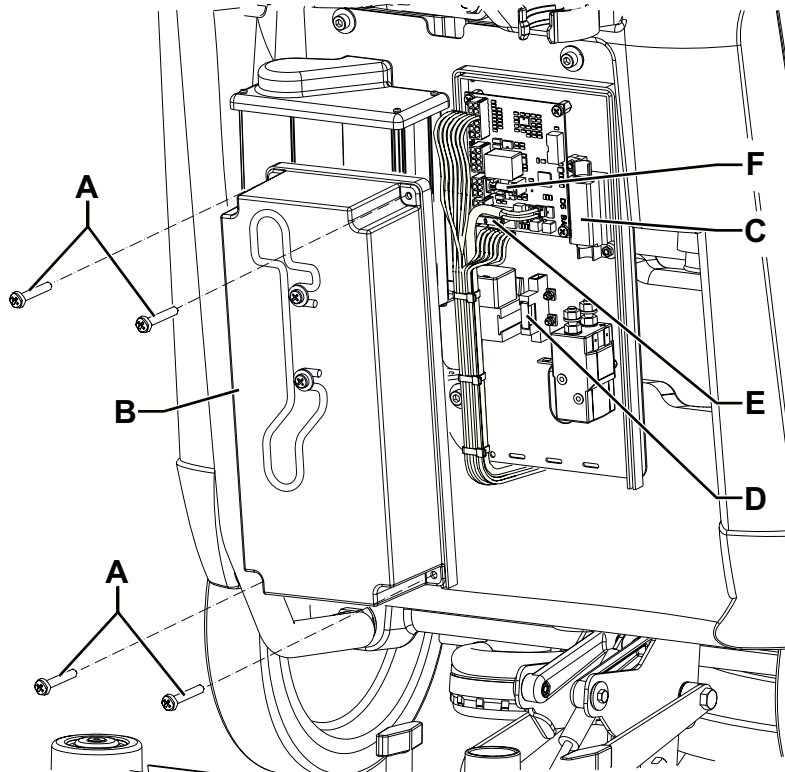

Рис. 10
1. Отсоедините соединитель аккумуляторной батареи (29).
2. Удалите винты (А, Рис. 10), затем аккуратно снимите крышку корпуса электродетали (В).
- (D): F2 (30 А) предохранитель скребка, электродвигатель вакуумной системы.
- (E): F3 (5 А) плоский предохранитель, соленоидный клапан и электронная панель
- (F): F4 (20 А) стеклянная плавкая вставка, система отключения щетки